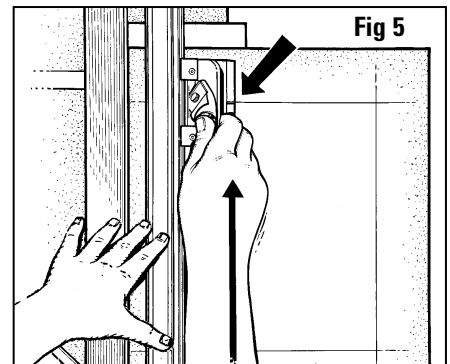

Fig 5
- Avec la main gauche appliquant une pression d'appui sur le rail de guidage, faites glisser le couteau biseauté vers l'avant jusqu'à ce que le repère de début et de fin s'aligne avec la ligne tracée au crayon. NE DÉPASSEZ PAS CETTE LIGNE! **Fig. 5**
- Drücken Sie mit der linken Hand nach unten auf die Führungsschiene, schieben Sie den Winkelschneider nach vorne, bis die Start- und Stopp-Anzeigelinien der oberen Bleistiftlinie entsprechen. GEHEN SIE NICHT ÜBER DIESE LINIE HINAUS! **Abb. 5**
- Con su mano izquierda y aplicando presión sobre el carril guía, deslice el cortador biselado hacia adelante hasta que el indicador de inicio y de parada se alinee con la línea de lápiz superior. ¡NO VAYA MÁS ALLÁ DE LA LÍNEA! **Fig. 5**
- Esercitando pressione sulla rotaia di guida con la mano sinistra, far scorrere in avanti la taglierina per passepartout a smusso finché l'indicatore di inizio e di fine non si allinei con la linea tracciata a matita superiore. NON SUPERARE LA LÍNEA! **Fig. 5**